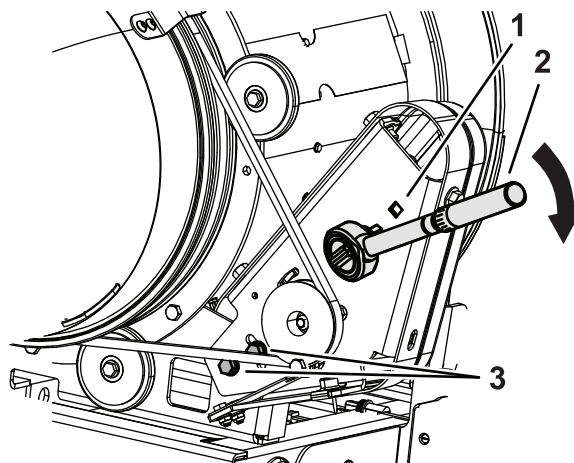

图 30
3. 如 图 30 所示将扭矩扳手的驱动头插入皮带轮安装支架。